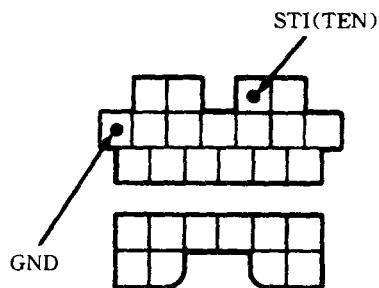

图 9 在数据传输连接接线器
6) 检查 1993~1995 年产 MX3 车型 1.8L (K8)、1993~1995 年产 626 车型、MX6 车型 2.5L (KL) 和米莱尼亞車型 2.5L (KLD) 发动机，怠速应为  $600\sim700\text{r}/\text{min}$ 。如有必要，调节怠速。
8) 在数据连接器的 STI (TEN) 端和 GND 接地端间连接一跳线 (参见图 9)。
7) 正时灯对准正时标记，若装备手动变速驱动桥，正时应为  $10^\circ \pm 1^\circ$ ，而自动变速驱动桥，应为  $12^\circ \pm 1^\circ$ （参见图 9）。
6) 用跳线连接数据传输接线器的 STI (TEN) 和 GRD (接地端) 参见图 9。
6) 用跳线连接数据传输接线器的 STI (TEN) 和 GRD (接地端) (参见图 9)。
9) 将正时灯对准正时标记。点火正时应在上止点前  $6^\circ\sim8^\circ$  之间 (参见图 9)。
6) 用跳线连接数据传输接线器的 STI (TEN) 和 GRD (接地端), (参见图 9)。